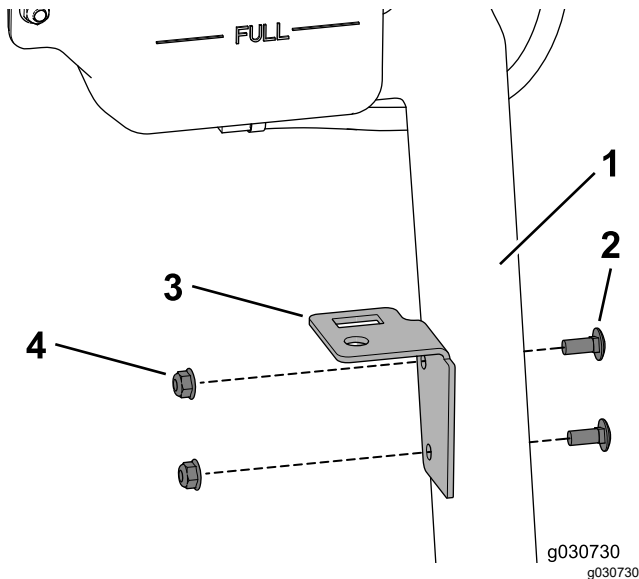

図 43
1. キャリッジボルト5/16 x 3/4" 2本 とフランジナット5/16" 2個を使って、タンクプレートを冷却液ボトルサポートに固定する 図 43。